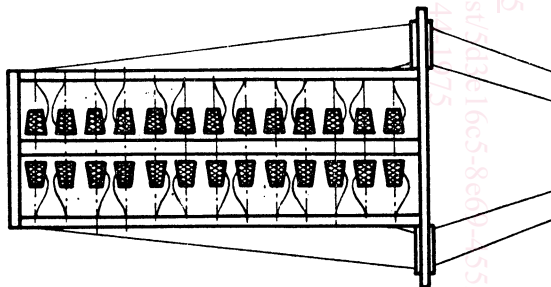

FIGURE 2 / ФИГУРА 2
25.1 **simple warp creel** (see figure 2): Creel having a single supply package per warp end.
cantre simple (voir figure 2): Cantre ne comportant qu'une seule bobine d'alimentation par fil à ourdir.